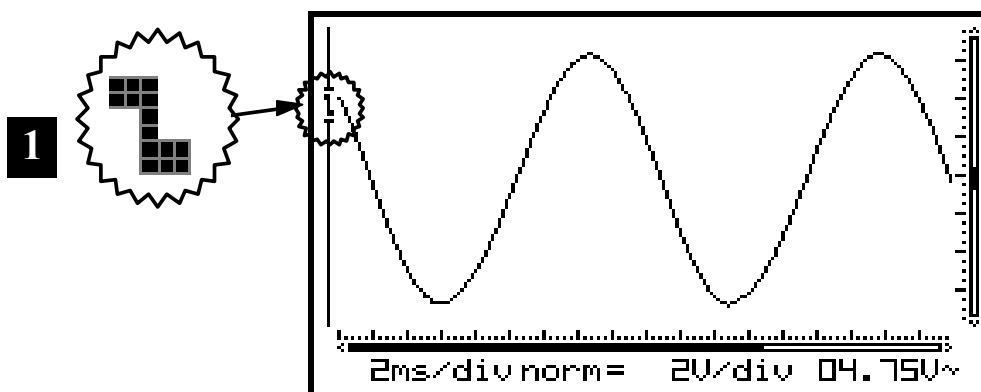

Fig 41
**1. Trigger no flanco ascendente:** O monitor só mostrará o sinal quando “detectar” um flanco positivo. O sinal deve subir, de baixo para cima, na vertical, para provocar o trigger. (Fig. 41)